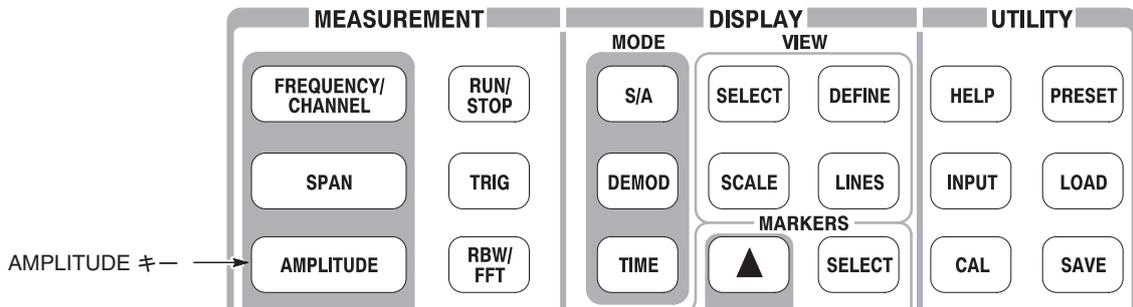

図 2-14 : 振幅の設定
1. 前面パネルの **AMPLITUDE** キーを押します (図 2-14)。